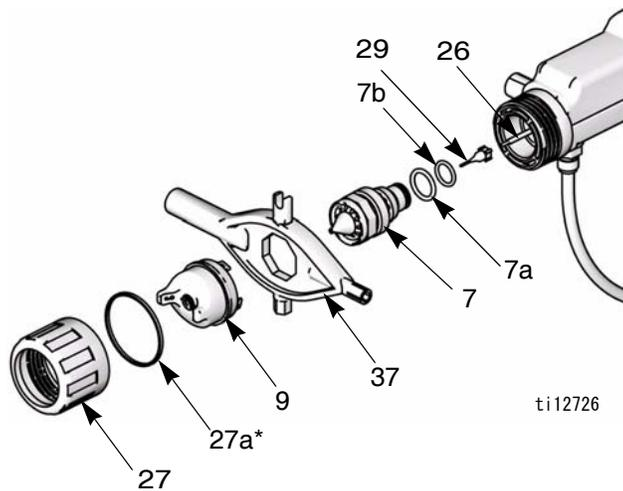

図 13. エアキャップ / ノズルの交換
3. 止め輪 (27) とエアキャップ (9) を取り外します。図 13 をご参照下さい。
4. マルチツール (37) で液体ノズル (7) アッセンブリーを取り外している間に、ガンを上に向けてトリガーを引きます。
3. 液体ニードル (29) を抜いて外します。パッキングロッドの一端 (26) を回らないように抑えます, 図 13。